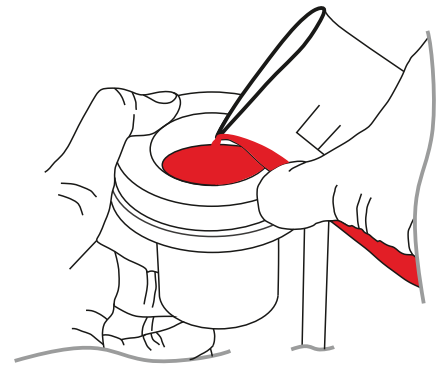

Bild 2
- 3 Legen Sie einen Finger über die Becheröffnung, um sie zu schließen (Bild 2).
- 4 Gießen Sie die Flüssigkeit langsam in den Becher und vermeiden Sie dabei die Bildung von Luftblasen (Bild 2).